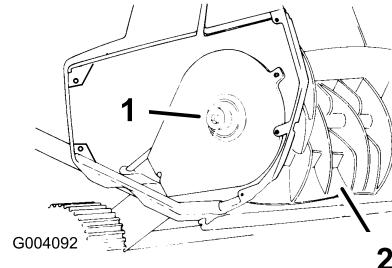

Bild 14
- Halten Sie die Rotorblätter fest und drehen Sie die Rotorblätterwelle mit einem 5/16 Zoll Inbusschlüssel nach rechts (Linksgewinde) (Bild 14).